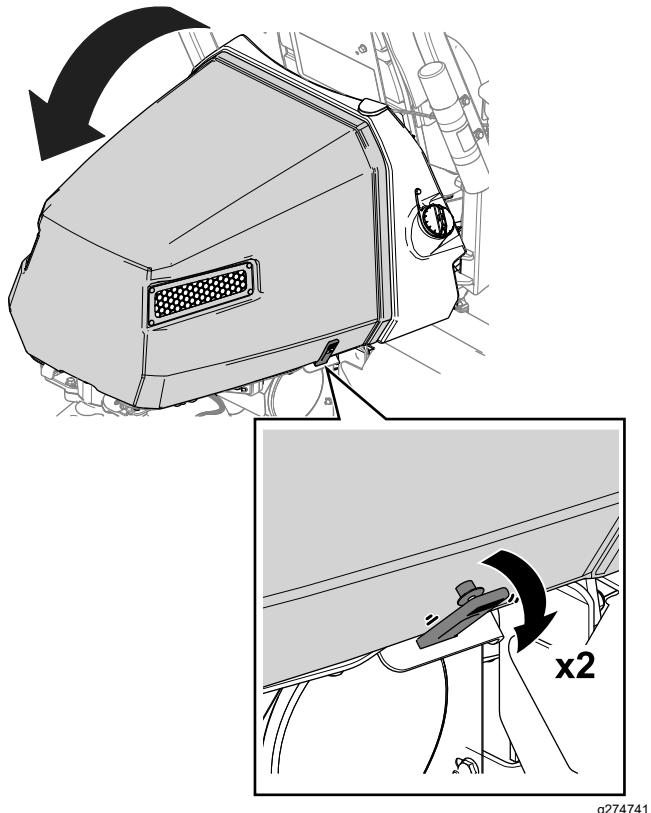

Figure 40
- Détachez les attaches de chaque côté du capot (Figure 40).
- Ouvrez le capot (Figure 40).